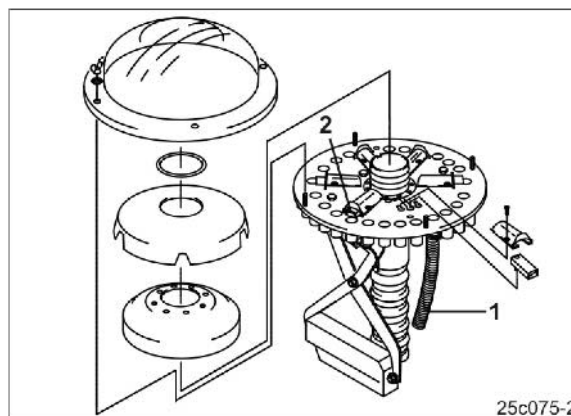

Fig. 117
- Die Saatleitungsrohre (Fig. 117/1) der Fahrgassenschare müssen an den Verteilerkopfoffnungen befestigt sein, die von den Schiebern (Fig. 117/2) geschlossen werden können.
Zum Anlegen von zwei Spuren können pro Spur im Verteilerkopf von den Schiebern (Fig. 117/2) geschlossen werden.
- Nicht benötigte Schieber (Fig. 117/2) deaktivieren.